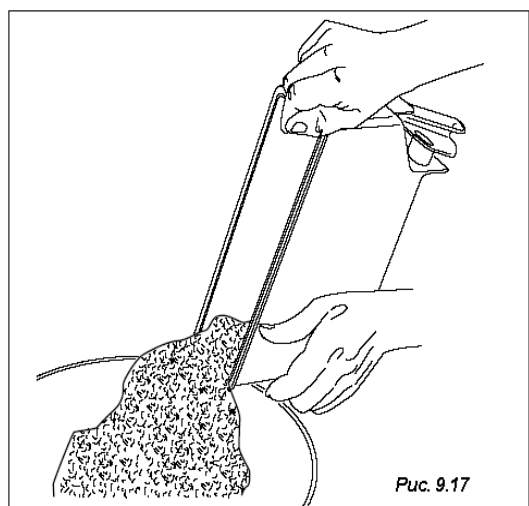

Рис. 9.17
- извлечь все продукты из контейнеров (Рис. 9.17)